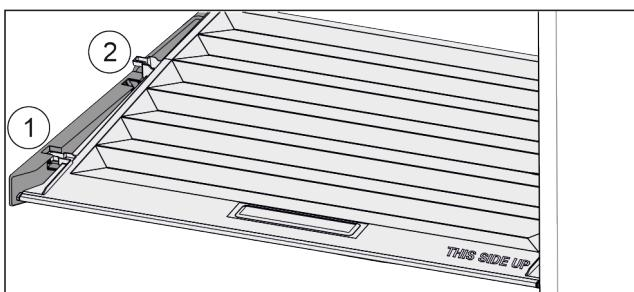

Fig. 84
- Кришку до отвору в деталях для підтримки потягнути вперед Fig. 84 (1).
- Підняти ззаду знизу та вийняти Fig. 84 (2) вгору.